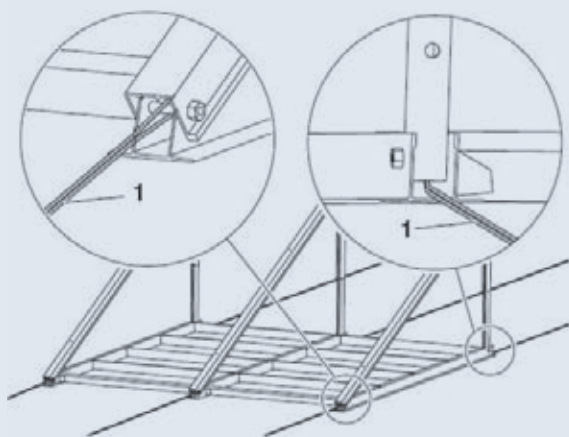

Рис. 244. Рама-подставка со страховочными тросами на плоской крыше
- Каждый солнечный коллектор фиксируется по месту монтажа у заказчика не менее чем 2 стальными проволочными тросами (Рис. 244, Позиция 1) одним концом на винте нижнего профиля и другим концом – в соответствующем надежном месте на крыше.